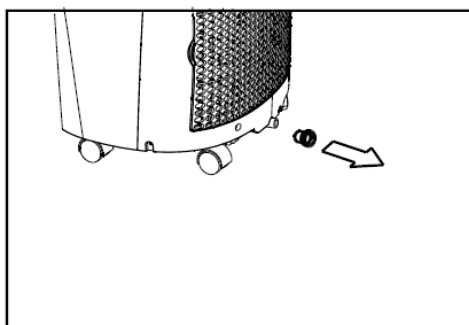

Abb. 23*
- Wenn der Wasserstand in der Bodenwanne ein bestimmtes Niveau erreicht, gibt das Gerät 8 Pieptöne ab und am Display erscheint "P1". Der Klimatisierungs- / Entfeuchtungsprozess stoppt sofort. Der Lüftermotor läuft jedoch weiter (das ist normal). Bewegen Sie das Klimagerät vorsichtig zu einer Stelle, wo Sie den Drainagestöpsel entfernen und das Wasser abfließen lassen können (Abb. 23*). Schalten Sie das Gerät neu und die Anzeige P1 verschwindet. Wenn der Fehler weiter auftritt, rufen Sie bitte den Servicedienst.
- Entfernen Sie den Gummistöpsel an der Rückseite des Geräts und schließen Sie den Drainageschlauch an. Positionieren Sie das andere Ende des Schlauchs direkt über einem Ablauf Ihres Fußbodens (Siehe Abb. 23* / 24*).
- Entfernen Sie den Stöpsel am Bodenwannen-Kondensatablauf, um das Wasser abzulassen (Siehe Abb. 23*)